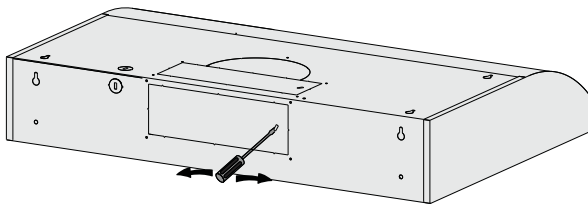

Figure 11
- Pour une évacuation rectangulaire 10 po vers l'arrière (horizontale), il suffit d'installer le registre rectangulaire fourni (voir les figures 11, 12 et 13) en utilisant quatre vis ST4 × 8 mm pour l'évent 10 po.